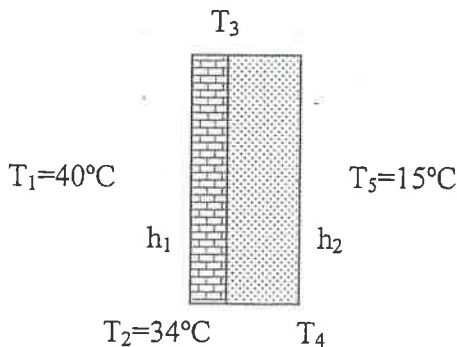

Figura 1
1.-(4 puntos) La Figura 1 muestra una porción de una conducción lisa y horizontal que reduce su sección por tramos. Ninguno de los dos extremos representados está abierto a la atmósfera. El primer tramo tiene una sección de 200 cm^2 y el tercero de 72 cm^2 . Cuando circula agua por la conducción a razón de 36 l/s , la diferencia de presión entre dos puntos del eje de la conducción situados uno en el primer tramo y otro en el segundo es de 2880 Pa . Calculad: